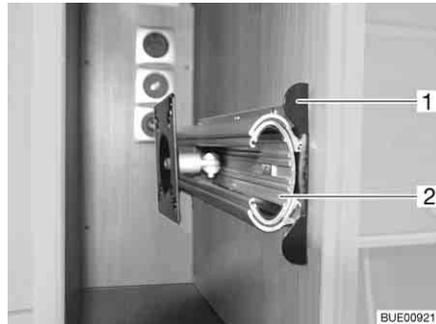

Bild 46 Halterung im TV-Schrank
- Entriegelungsleiste (Bild 46,1) hineindrücken.
- Auszug (Bild 46,2) bis zum Anschlag herausziehen.
- Auszug (Bild 46,2) einschieben, bis die Entriegelungsleiste (Bild 46,1) einrastet.